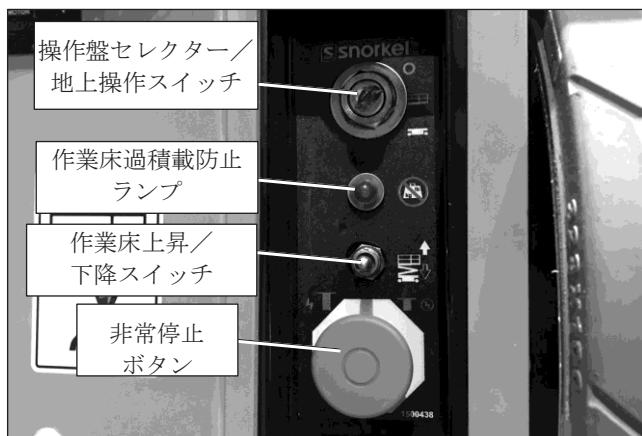

図9.1 - 下部操作盤
1. 非常停止ボタンを引き出します（図9.1を参照）。
1. 下部操作盤で、非常停止ボタンを引き出します（図9.1を参照）。